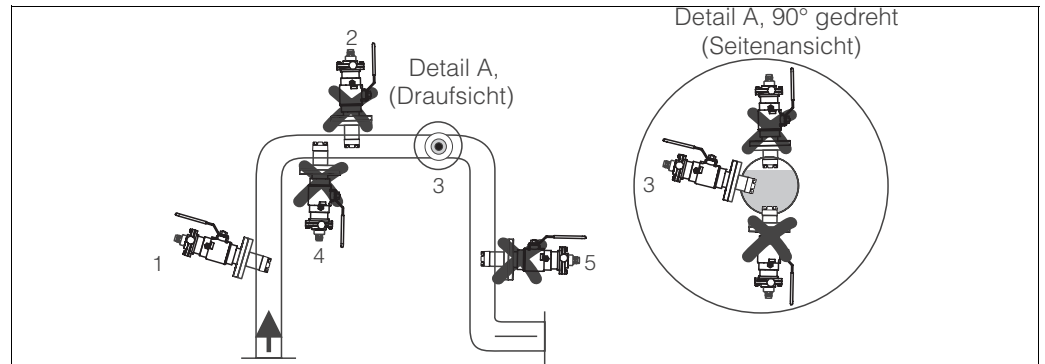

Abb. 7: Geeignete und ungeeignete Einbausituationen
- Installieren Sie die Armatur nicht an Stellen, wo sich Lufträume oder Schaumblasen bilden können (→ Abb. 7).